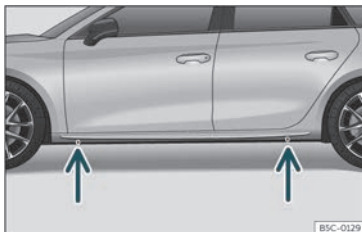

Abb. 38 Aufnahmeplätze für den Wagenheber.
- Suchen Sie am Längsträger die Markierung des Aufnahmepunktes für den Wagenheber (Eindrückung), die dem zu wechselnden Rad am nächsten liegt >>> **Abb. 38**.